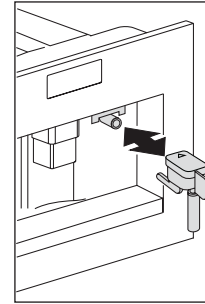

Fig. 13
- ▶ Certifique-se de que o bico de água está em posição e ligado ao bico (Fig. 13).